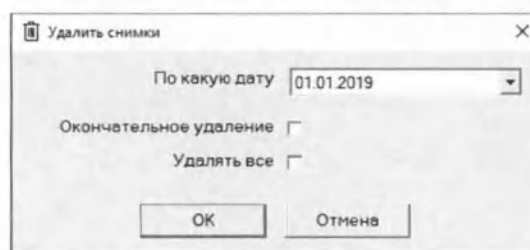

Рис. 27 Внешний вид окна "Удалить снимки"
- Откроется окно «Удалить снимки» (Рис. 27 Внешний вид окна "Удалить снимки");